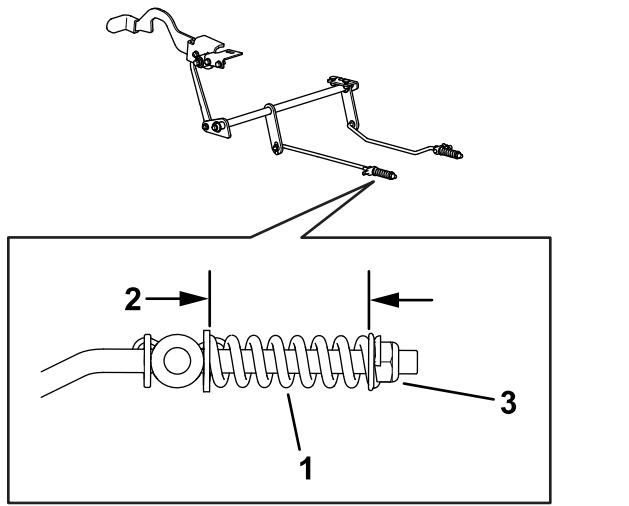

Figura 61
8. Controllate entrambe le lunghezze della molla come mostrato in Figura 61. Qualora si renda necessaria una regolazione, ruotate il dado di ritenuta della molla in senso orario per accorciare la molla e in senso antiorario per allungarla. Ripetete il passaggio 6.